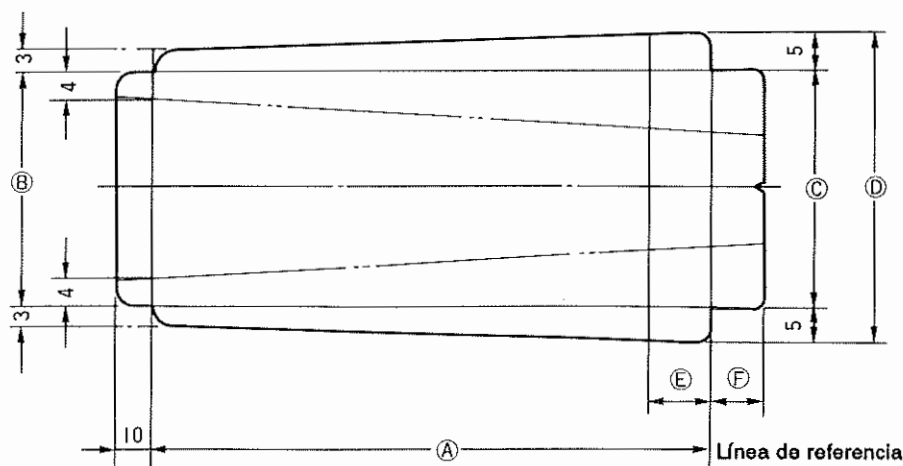

Fig. 39
- ② La configuración original del cuerpo principal del ribeteador expandido es como se ilustra en la Fig. 39.